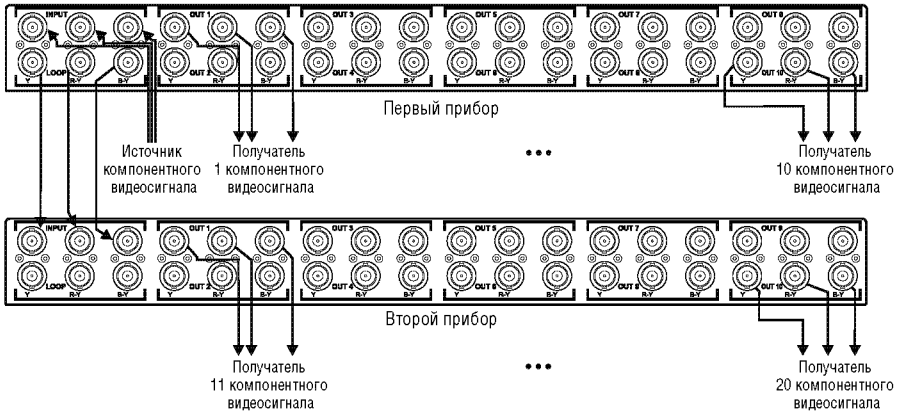

Рис. 4. Подключение нескольких приборов VM-100CB
Вы можете подключить несколько приборов **VM-100CB**, чтобы создать большую систему распределения компонентного видеосигнала. Например, на рис. 4 показано подключение двух приборов **VM-100CB** для создания системы распределения 1:20.
5. Подключить оба шнура электропитания1 (не показаны на рис. 4).